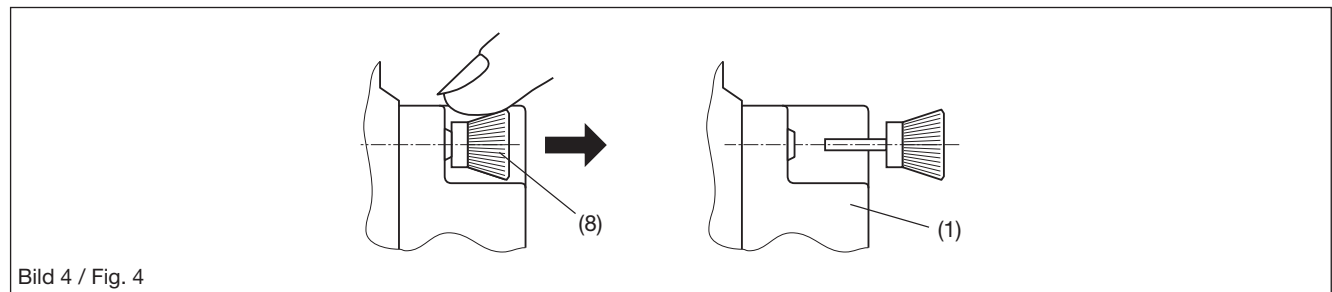

Bild 4 / Fig. 4
Zum Demontieren den gerändelten Kopf (8) der Kunststoff-Spreiznieten mit den Fingern herausziehen (Bild 4). Das Erweiterungs-Modul (1) lässt sich jetzt abnehmen.
Pour le démontage, extraire avec les doigts la tête moletée (8) des rivets expansibles en matière plastique (Figure 4). Vous pouvez alors extraire le module d'extension (1).
For disassembly, pull out the knurled head (8) of the plastic rivets with your fingers (Fig. 4). The expansion module (1) may now be removed.